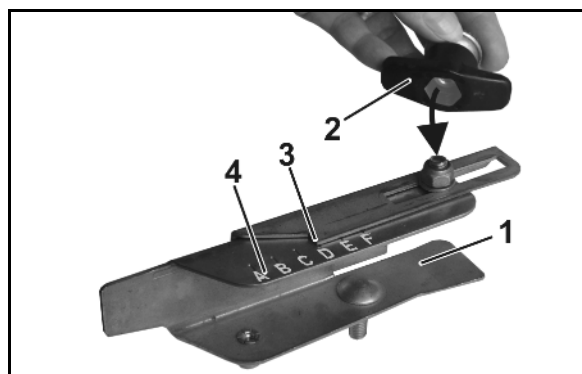

Fig. 83
5. Monter grænsespredeskovlen (Fig. 83/1) ved hjælp af vingemøtrikken (Fig. 83/2) på spredeskiven igen.
6. Indstil aflæsningskanten (Fig. 83/3) på tallet på skalaen (Fig. 83/4) iht. spredetabellen, og spænd vingemøtrikken (Fig. 83/2) igen.